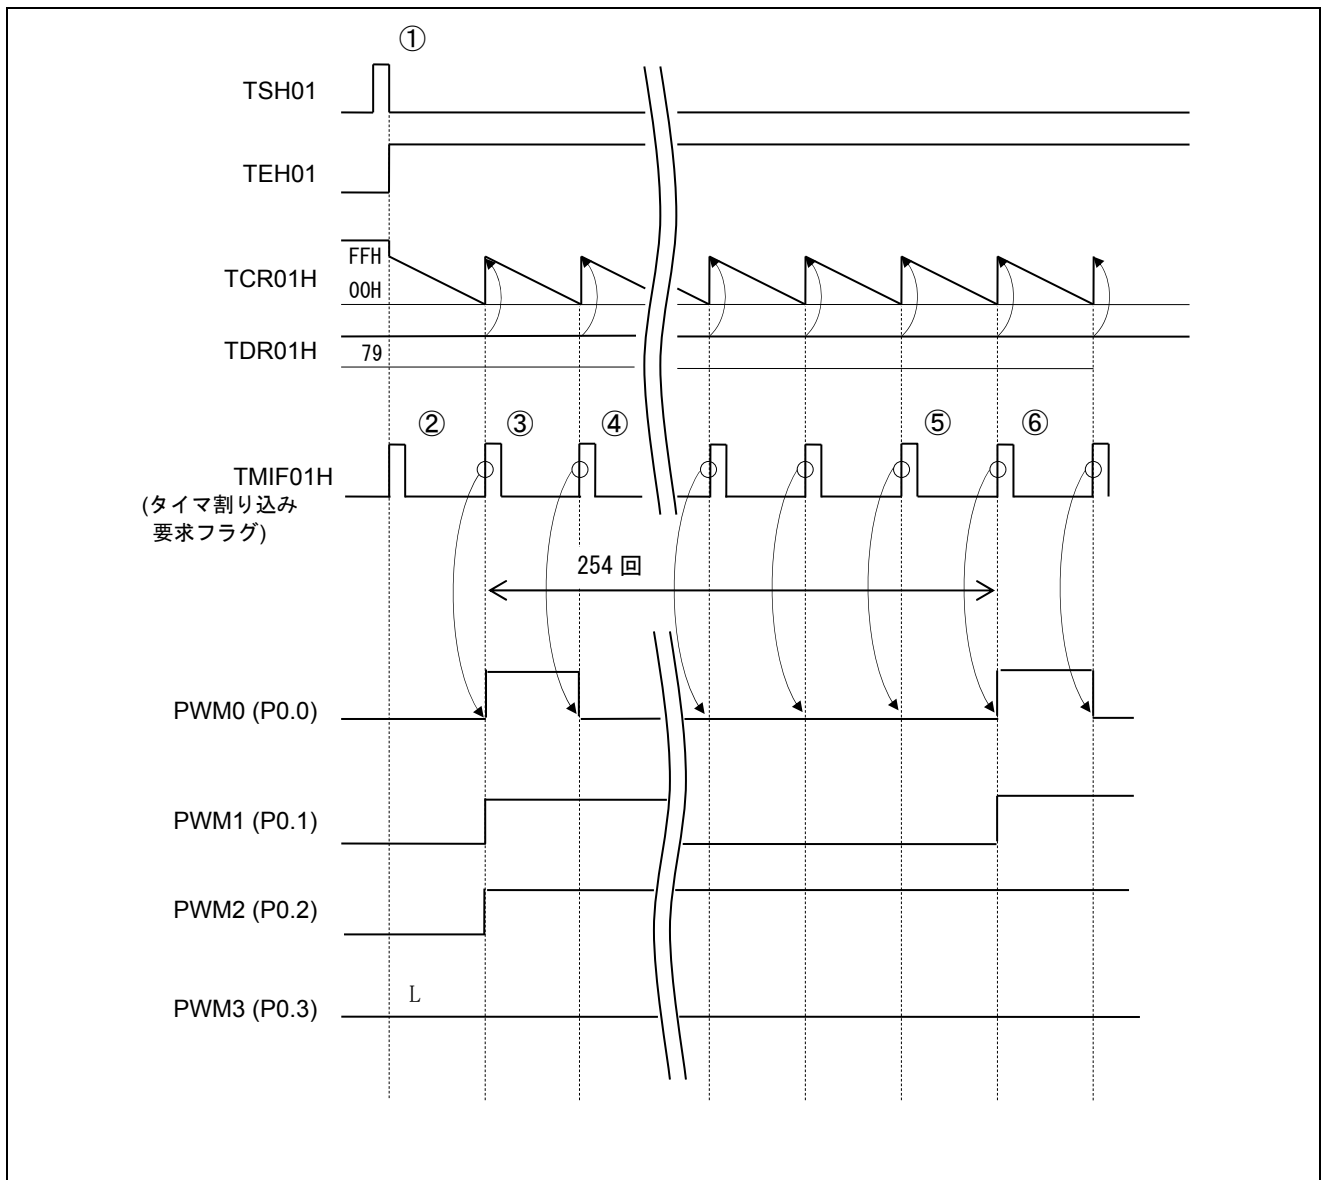

図 1.3 多重 PWM 出力のタイミングチャート
スイッチ入力があると、デューティ・データから次の一組のデータを選択して、同様の動作を行うことで、PWM信号のデューティを変更することが可能です。図 1.3に多重PWM出力のタイミングチャートを示します。
- ① 出力するデータの初期値を設定して、タイマ (TAU のチャンネル 1) を起動します。指定されたデューティが 0% の場合には初期値として 0 を、それ以外では 1 を設定します。(図 1.3 では PWM3 が 0% の場合です。)
- ② タイマが起動し、TAU のチャンネル 1 の割り込み (INTTM01H) が発生しても、起動直後の割り込みは無視します。CPU は HALT モードでタイマ割り込み要求を待ちます。
- ③ TAU のチャンネル 1 の割り込み (INTTM01H) が発生すると、設定してあった初期値がポートに出力されて動作を開始します。この時、各 PWM 信号に対応したデューティ指定用のカウンタをカウントダウンし、値が 0 になると、対応する出力の次の出力データを 0 にクリアします。(これが、PWM0 に相当します。) また、PWM 信号の周期を指定するカウンタもカウントダウンされます。
- ④ 次に、TAU のチャンネル 1 の割り込み (INTTM01H) が発生すると準備していた次のデータをポートに出力します。ここで、PWM0 は 0 が出力されることとなります。ここでも、各 PWM 信号に対応したデューティ指定用カウンタと PWM 信号の周期を指定するカウンタがカウントダウンされます。
- ⑤ 254 回目の有効な INTTM01H が発生し、PWM 信号の周期を指定するカウンタがカウントダウンして 0 になると、次のデータは初期値に戻ります。デューティ 100% の場合には、ここまでで出力は 0 になっていないので、1 の状態を保持します。
⑥以降、③～⑤を繰り返します。